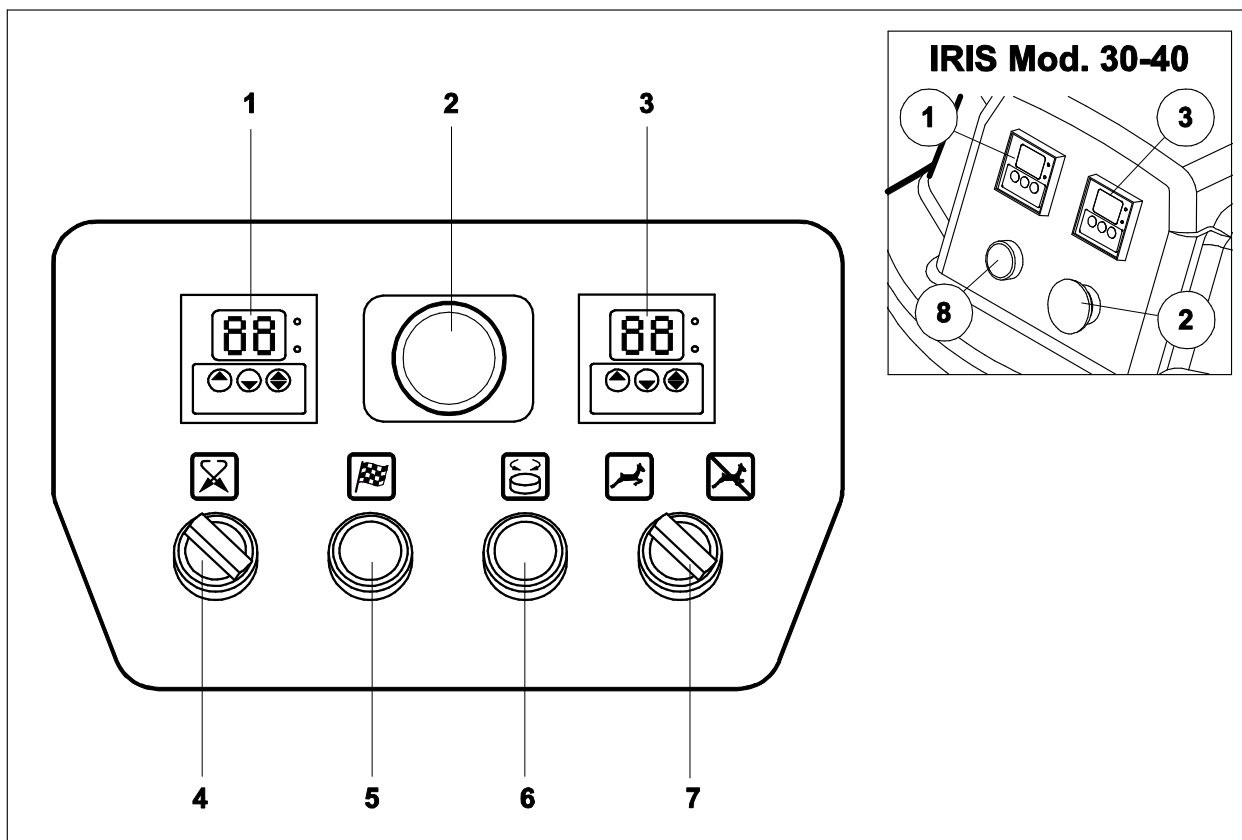

Рис. 7 – Панель управления
Управление тестомесильной машиной осуществляется с помощью панели управления, напряжение на которой уменьшено до 24 Вольт (Рис. 7).
- 3) Теперь выберите время смешивания (если время еще не установлено) с помощью двух таймеров (1 и 3 на рис. 7).
- 4) Нажмите кнопку START - (5 рис 7). В модели 80-250, или (8 рис 7) в моделях 30-40, для того, чтобы запустить рабочий цикл. Если оператор выбрал время замеса настройками таймера 1 (1 на рис. 7) и таймера 2 (3 на рис. 7), машина прекратит рабочий цикл, а в течение рабочего цикла машина будет автоматически переключаться с первой на вторую скорость. После автоматической остановки, питание не отключается и машина готова к новому рабочему циклу.
1) Поверните переключатель (4 на Рис. 7) в обратном направлении, а затем нажмите кнопку START.
Кнопка (6 на рис. 7) позволяет оператору вращать емкость непрерывно (или с перерывами), для того чтобы облегчить доступ к тесту.
- нажмите на красную кнопку STOP (2 на Рис. 7);